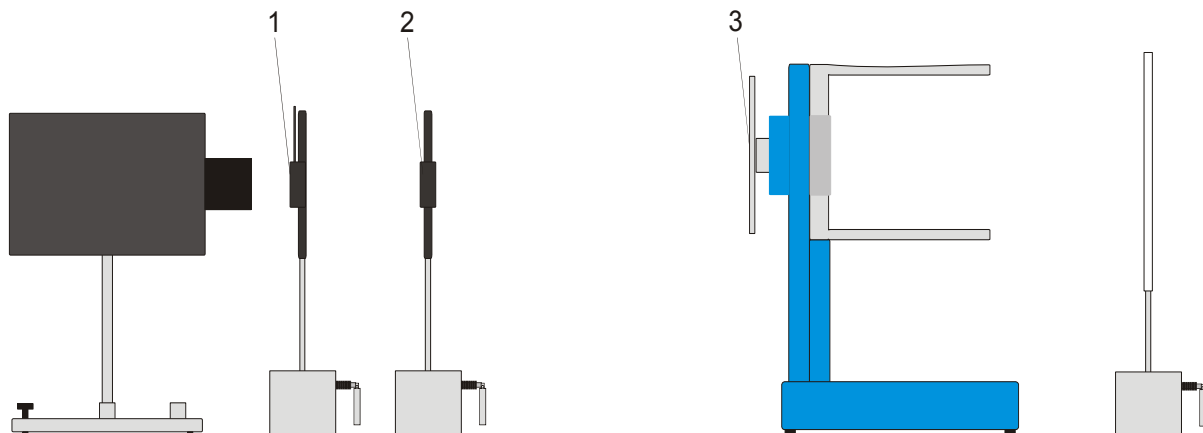

Fig. 1 Montage de l'expérience, 1 sténopé, 2 lentille, 3 réseau à croix
- Montez l'expérience comme le montre la fig. 1.